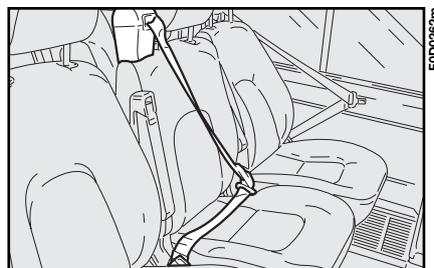

fig. 12
- **fig. 12** asiento central de la primera fila